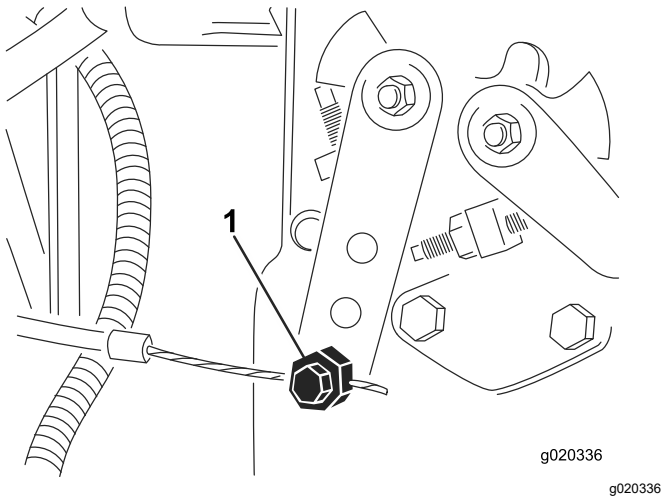

Bild 77
2. Lockern Sie den Anschluss des Gaszugs am Arm der Einspritzpumpe (Bild 77).